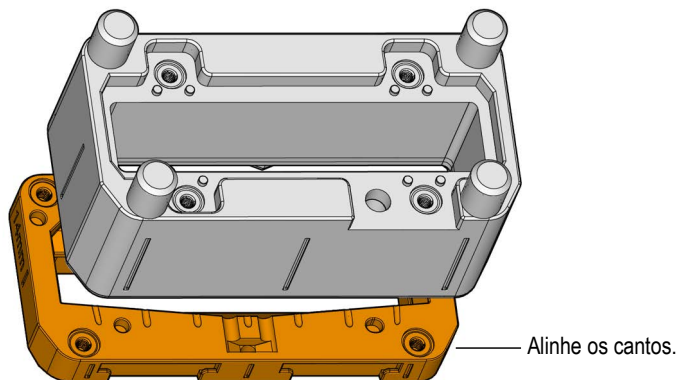

Figura 5-3 Instalação da placa da linha de atraso no suporte da sonda
8. Coloque a placa da linha de atraso sob o conjunto do suporte da sonda com os cantos devidamente alinhados (veja a Figura 5-3 na página 75).